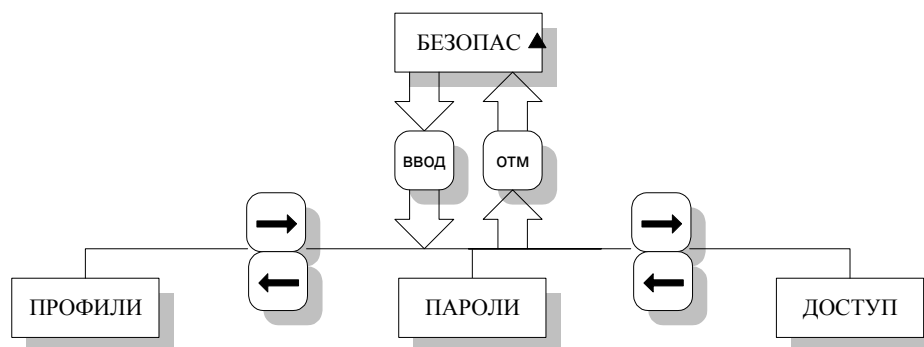

Рис. 16
5.3.15.1.3. Перечисление пунктов меню производится кнопками “▲” – следующий, “▼” – предыдущий. Выбор производится кнопкой “ВВОД”. Выход – кнопкой “ОТМ”. Алгоритм приведен на рис.16.